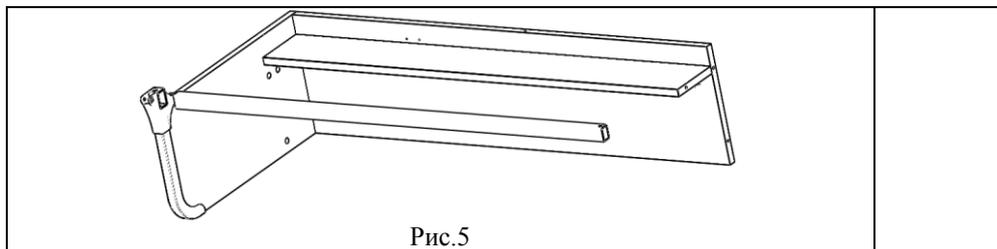

Рис.5
5.1.4. Вставить СУТ.49.132 Опору (поз.5) в отверстие основания шарнира в сборке по п. 5.1.3, расположенного на стенке боковой, см. рис. 5.